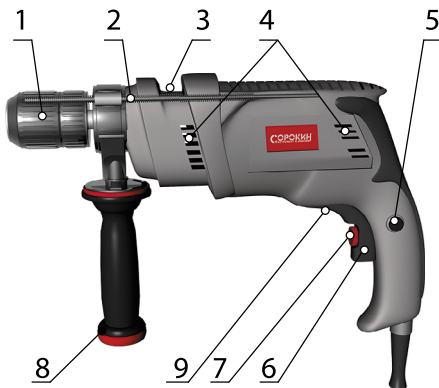
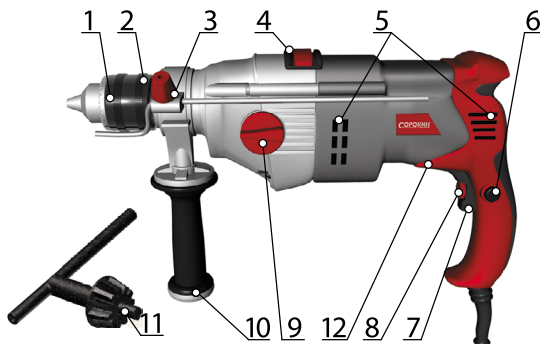
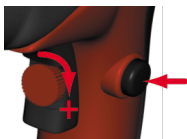

Рисунок 2 - Устройство 29.5, 29.7, 29.9
Рисунок 3 - Устройство 29.10, 29.12
Рисунок 6 - Установка оборотов и фиксация
- Затем ровно установите сверло в патрон, далее равномерно затягивайте кулачки зажимным ключом (поз. 11, рис. 3), во время затягивания следите за соблюдением соосности (рис. 4).
Дополнительная рукоять (поз. 8, рис. 2 и поз. 10, рис. 3)
Ограничитель глубины (рис. 2, поз. 2 и рис. 3, поз. 3)
1. Сверление осуществляется после нажатия кнопки выключателя (поз. 5, рис. 1; поз. 6, рис. 2; поз. 7, рис. 3), скорость сверления зависит от силы нажатия на кнопку.
2. При помощи фиксатора (поз. 4, рис. 1; поз. 5, рис. 2; поз. 6, рис. 3) можно зафиксировать выключатель, предварительно установив на регуляторе (поз. 2, рис. 1; поз. 7, рис. 2; поз. 8, рис. 3) нужное число оборотов (рис. 6).
4. Для более эффективного сверления можно использовать переключатель реверса (поз. 6, рис. 1; поз. 9, рис. 2; поз. 12, рис. 3). Его можно использовать, только после полной остановки двигателя. Вращение вправо: переключатель реверса перевести вправо до упора, влево: переключатель реверса перевести влево до упора.
5. Выбор между обычным сверлением (закручиванием) и сверлением с ударом осуществляется при помощи переключателя (поз. 3, рис. 2; поз. 4, рис. 3), установкой его в соответствующую позицию. Использование переключателя возможно при работе инструмента.
Дрель 29.12 так же оснащена возможностью выбора передачи при помощи переключателя (поз. 9, рис. 3).